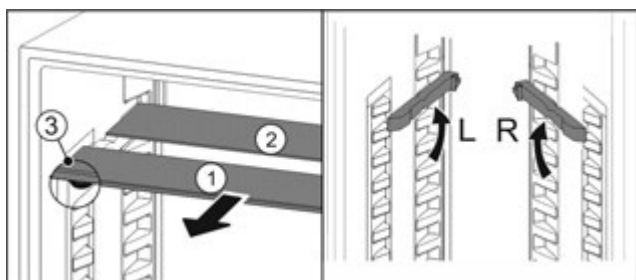

Fig. 99
- Посуньте Fig. 99 (1) скляну панель вперед.
- Скляна панель Fig. 99 (1) з декоративною планкою лежить спереду.
- Стопори Fig. 99 (3) показують вниз. Пристрої з морозильною камерою:*